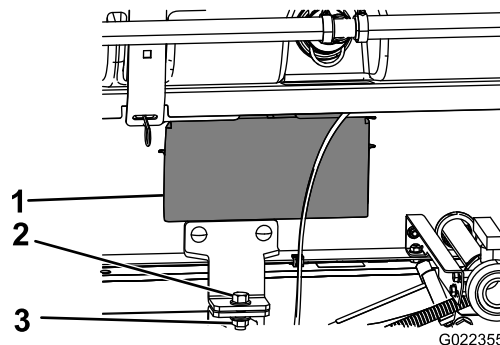

Figure 36
- Déposez les panneaux d'accès de chaque côté du cadre du patin (Figure 36).
- De chaque côté de la machine, fixez le support de maintien du patin de cuve au support du plateau sur le cadre à l'aide d'un boulon ($\frac{1}{2} \times 1\frac{1}{2}$ po) et d'un contre-écrou ($\frac{1}{2}$ po), comme montré à la Figure 36.